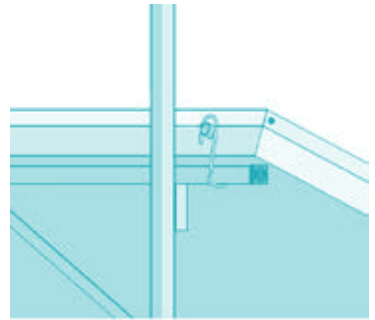

Fig. 2
Paso 2. Coloque la parte superior del colector en el soporte colector solar (3).
Paso 3. Coloque los ganchos de soporte del colector como lo indica la Fig. 2.